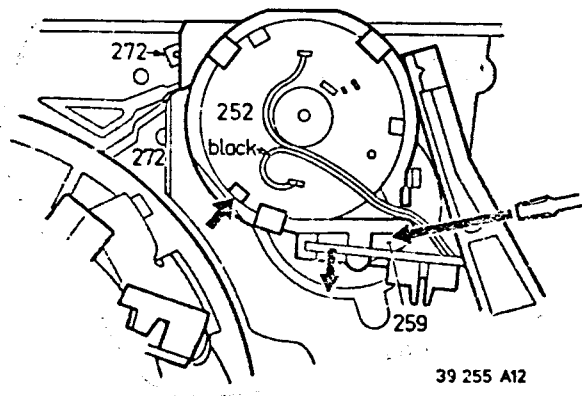
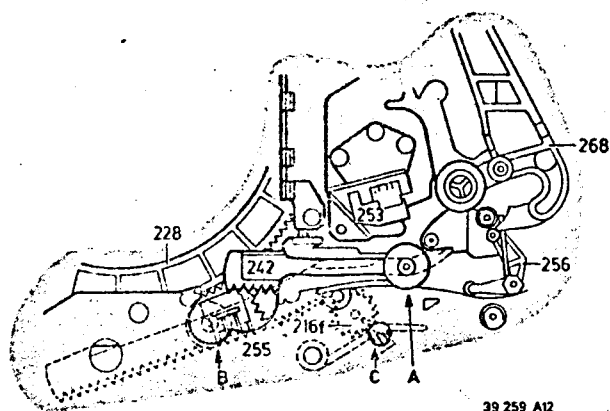
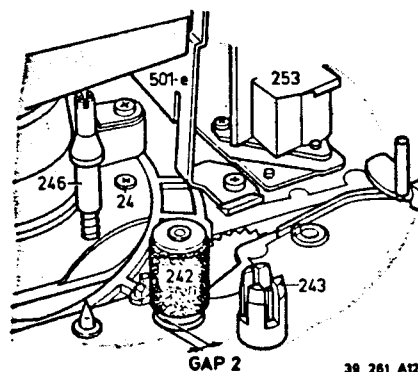

Fig. 3-1-11
Fig. 3-1-13
Fig. 3-1-16
Den Fädelmotor mit einer (kleinen) 9-Volt-Batterie verbinden (Pos. 252, Abb. 3-1-11). Zum Ausfädeln die Batterie (Plus-Pol) mit dem Anschluß (schwarzer Draht) verbinden. Das Laufwerk fädelt aus und geht in Eject-Stellung.
Wenn Fädelgetriebe blockiert: den kleinen Verbindungsprint vom Fädelmotor-Halter entfernen (Abb. 3-1-11). Nun kann man eine Kurbel sehen (Pos. 259), die man mit Hilfe eines Schraubenziehers entgegen dem Uhrzeigersinn drehen kann, um auszufädeln. Wenn der Fädelmechanismus sich trotzdem nicht drehen läßt, Kurbel (Pos. 259) im Uhrzeigersinn drehen, bis sich der Mechanismus frei bewegt und dabei den Steuerschieber (Pos. 272) bewegen. Die Prozedur wiederholen.
Anschlußdrähte des Motors (Abb. 3-1-11) ablöten (Reihenfolge beachten).
Gleichzeitig soll die Nut im Motordeckel sich in der richtigen Position befinden (siehe Pfeil - Abb. 3-1-11); Peese Pos. 271 montieren.
- Soweit einfädeln, bis Anpreßrolle in Pos. A steht (Abb. 3-1-13). Zum Einfädeln kann eine (kleine) 9V-Batterie verwendet werden, indem sie mit dem Fädelmotor (Pos. 252) verbunden wird (Tasten), dabei ist Stecker von P 678 abzuziehen. Es kann aber auch ohne Batterie durch Drehen der Kurbel (Pos. 259) mit Hilfe eines Schraubenziehers eingefädelt werden (Abb. 3-1-11).
- Durch Loch in Oberplatte Arretierungshebel C (Abb. 3-1-13) nach vorne schieben, bis Zahnrad (Pos. 216 f) nach unten gedrückt werden kann.
- Zahnrad mit Pinzette erst dann hochheben, wenn Anpreßrolle wieder in Pos. A ist (Abb. 3-1-13) (dabei Anpreßrolle leicht bewegen).
- Ausfädeln der Anpreßrolle bis Pos. B (Abb. 3-1-13). Anpreßrolle muß in Endlage B etwas Spiel haben. GAP-2 Abb. 3-1-16.
- Kontrolle: - Anpreßrolle befindet sich in Position B (Abb. 3-1-13) mit Spiel, und Schwenkrad läßt sich bewegen mit Spiel in den Endlagen, Einstellung 3.2.4. überprüfen.